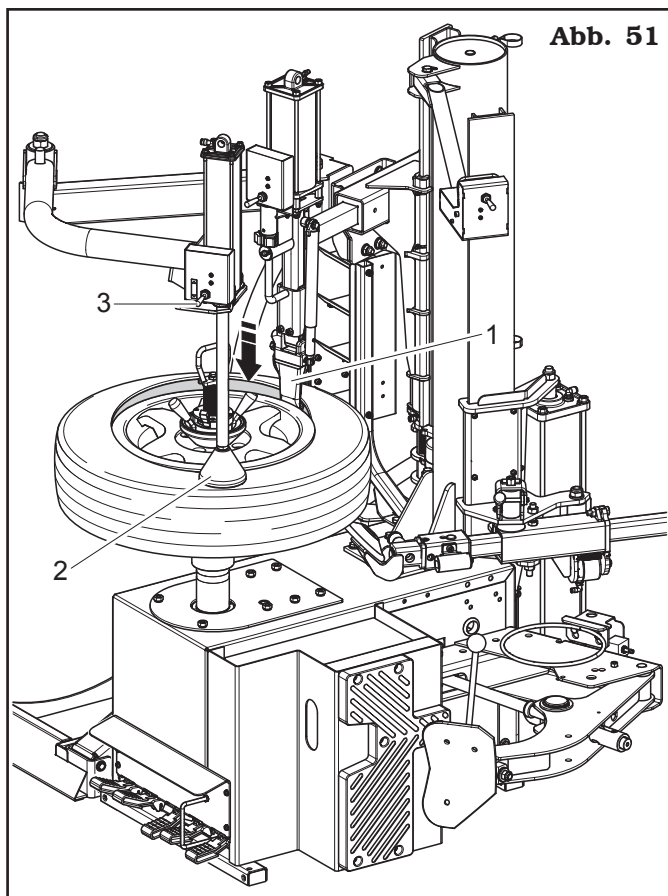

Abb. 51
4. Anschließend den oberen Wulst an den Montagebereich des Werkzeugs (**Abb. 51 Pkt. 1**) haken.
5. Den Druckkegel (**Abb. 51 Pkt. 2**) (falls vorhanden) um "4 Uhr" von der Achse Maschine-Knopf stellen und drücken Sie auf den Reifen durch Senken des Hebels (**Abb. 51 Pkt. 3**) des Antriebsatz.